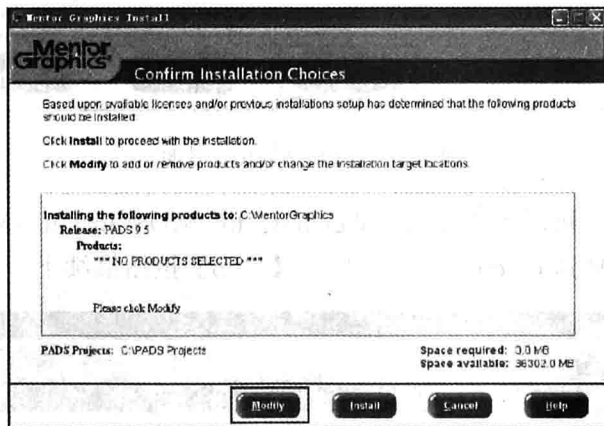
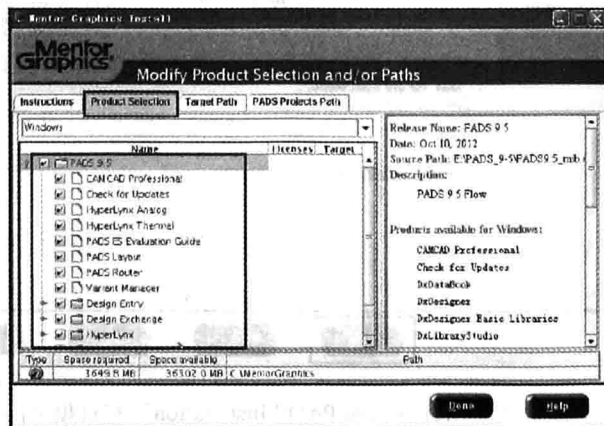

图 1-4 “Confirm Installation Choices”对话框
图 1-5 “Modify Product Selection and/or Paths”对话框
(4) 如图 1-4 所示, 这里出现软件默认的安装路径“C:\MentorGraphics”和 PADS Projects 路径“C:\PADS Projects”。我们准备将路径改到 D 盘, 单击【Modify】按钮, 在弹出的“Modify Product Selection and/or Paths”对话框中选择需要安装的产品组件(推荐全选), 如图 1-5 所示。